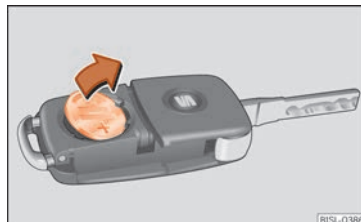

Fig. 130 Llave del vehículo: retirar la pila.
- Extraiga la pila del compartimento con un objeto fino adecuado »» fig. 130.
- Coloque la nueva pila en el compartimento, presionándola tal como se muestra »» fig. 130, en sentido contrario a la flecha »» ❶.